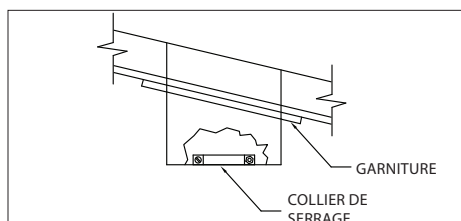

Figure 23
8. Placer le collier de serrage (fourni comme composant de la boîte de support) autour du dessus de l'ouverture au fond du boîtier de support (**Figure 23**).